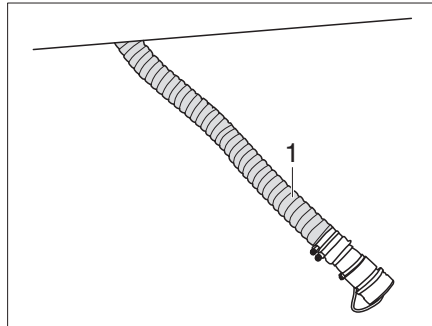

Bild 357 Töm kassett till toalett med kvarn
- Lossa tömningsslangen (Bild 357,1) under fordonet och dra den till hanteringsanläggningen.
- Låt tömningsslangen (Bild 357,1) vara i hanteringsanläggningen.
- Förvara tömningsslangen (Bild 357,1) under fordonet.